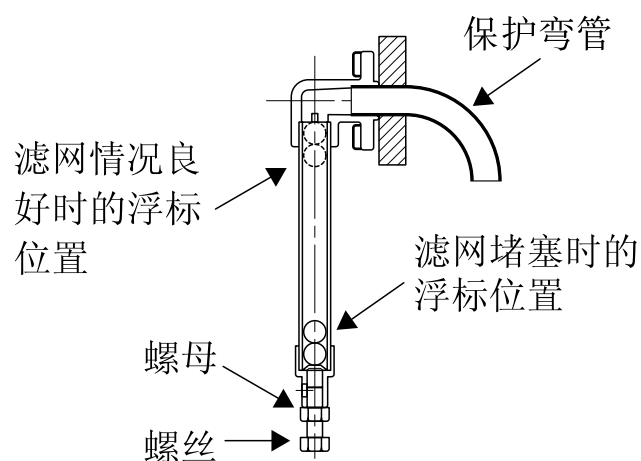

图1 结构图
如图1所示,接通电源后请确认堵塞浮标的位置。由于浮标上侧为红色,下侧为绿色,因此滤网正常时可以看见绿色一侧,而滤网堵塞时则可以看见红色一侧。
##### ① 松开图1中的螺母。
##### ② 将图1中的螺丝进行如下的调整: